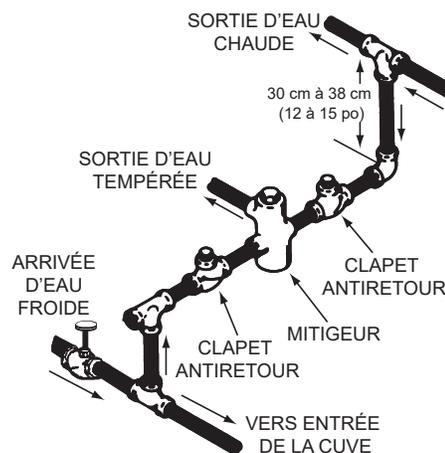

Figure 10. Mitigeur
**En plus d'utiliser le réglage de température le plus bas répondant aux besoins en eau chaude, il est possible d'installer un dispositif tel qu'un mitigeur, par exemple, au niveau du chauffe-eau ou des robinets d'eau chaude utilisés par ces personnes afin de réduire la température de l'eau.** Voir **Figure 10**.